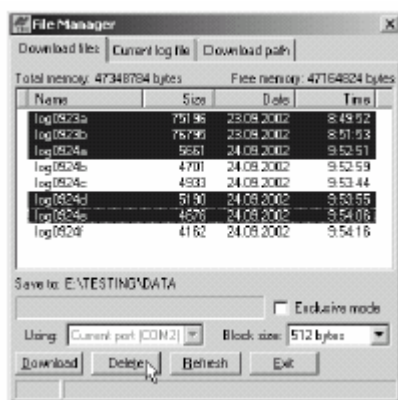

Figura 4-8. Borrado de archivos
3. Haga clic en **Archivo ► Gestión de Archivos** y seleccione los archivos que desea borrar en la pestaña **Descargar archivos** (Figura 4-8).
- Haga clic en **Borrar** (Figura 4-8).